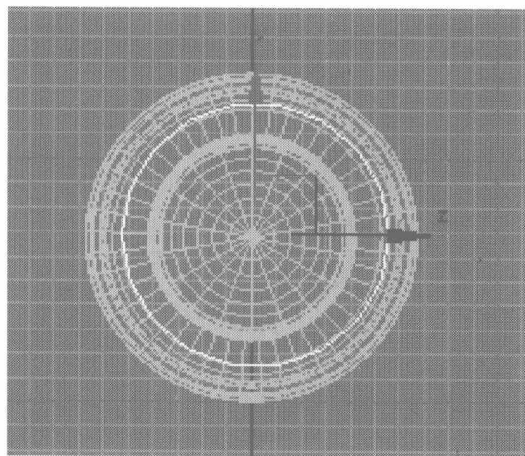
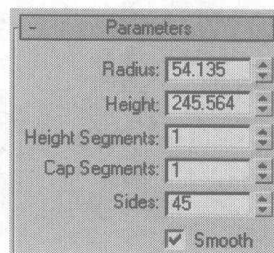
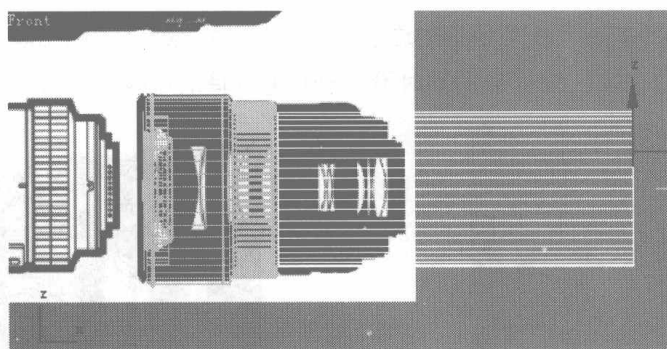

图 6.411
图 6.412
图 6.413
- 36** 在 Create 控制面板中单击 按钮，在 Left 视图中建立如图 6.411 所示的圆柱体，参数设置如图 6.412 所示。再在 Front 视图中将其移动到如图 6.413 所示的位置。